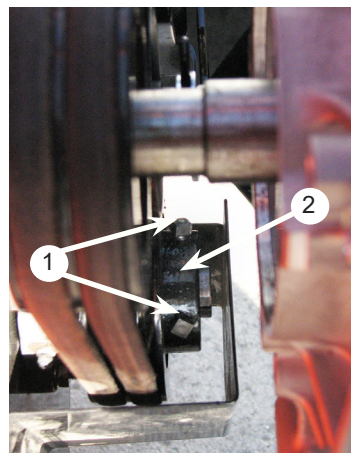

Figure 5.7, Poulie de ceinture d'arbre de rotor
- Desserrez les vis pression retenant la poulie de courroie sur l'arbre du rotor (Figure 5.7). Déplacez la poulie sur l'arbre, de manière à ce qu'elle soit alignée sur la poulie d'entraînement du moteur. La poulie doit être déplacée sur la même distance que le rotor, sauf que ceci est effectué dans la direction opposée. Serrez la vis pression de la poulie à 160 lb-po.